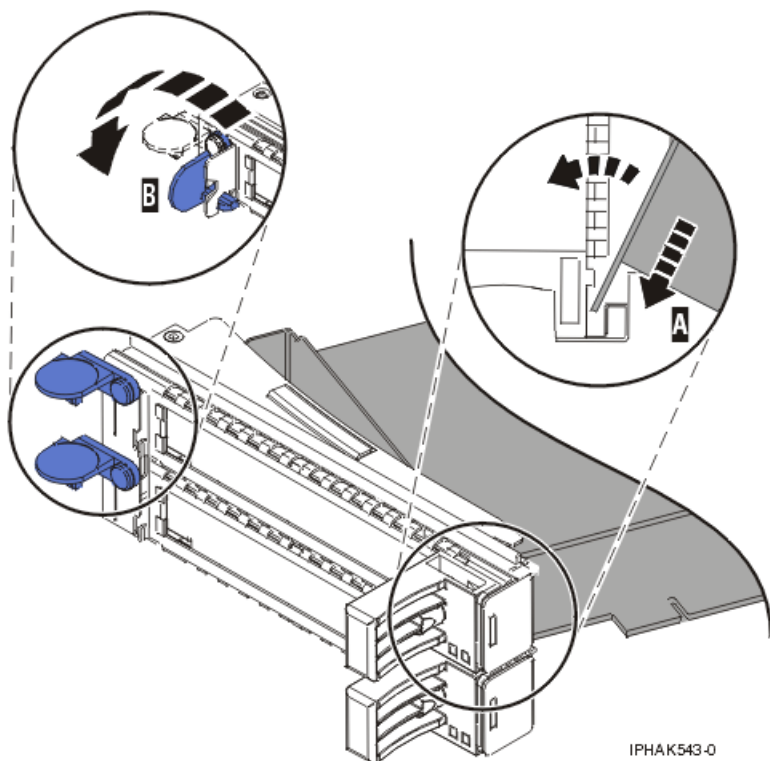

Figura 74. Adaptador substituído na cassetagem de adaptador PCI
- a. Com o grampo de contraponto na posição de aberto, insira o adaptador firmemente no canal de fixação do contraponto A. Consulte Figura 74 na página 83.
- d. Posicione as peças de fixação do adaptador de modo a suportar o adaptador e, em seguida, rode o grampo de fixação **B** para a posição de fechado. Consulte Figura 74.